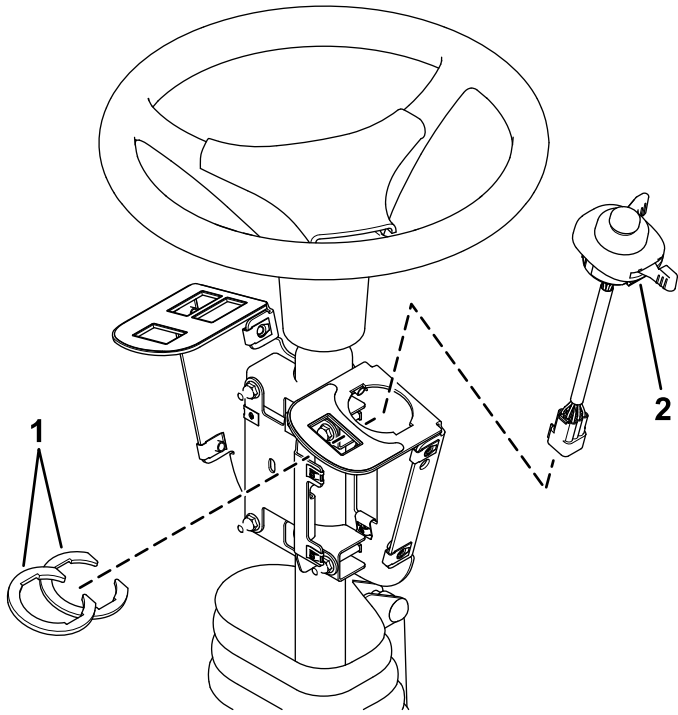

Bild 5
2. Montieren Sie den Multifunktionsschalter an der Schalterhalterung und sichern Sie ihn mit den Schalterclips unter der Bohrung für den Schalter (Bild 5).